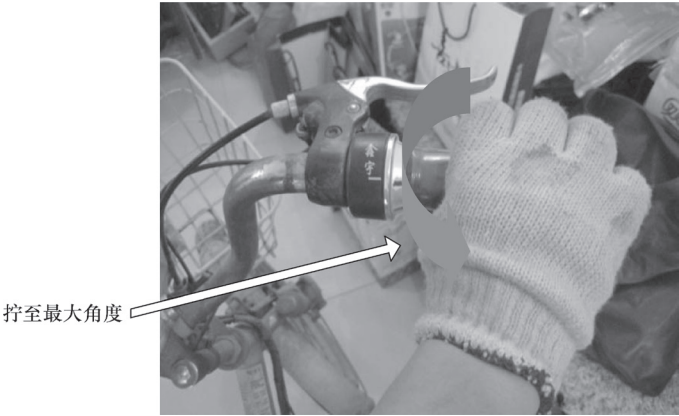

图 7-3 拧至最大角度
2) 再将万用表黑、红表笔接在电动机与控制器相连的蓝、黄色线上，并将调速转把转至最大角度，如图 7-3 所示。万用表显示的是控制器向电动机输出的驱动电压为 36V，表明控制器和其附件工作正常，而故障可能在电动机。